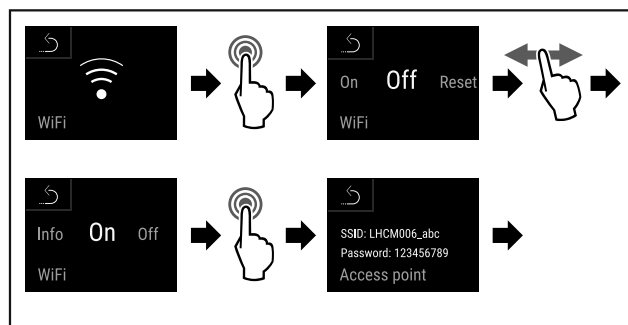

Fig. 117
- ▶ Suivre les étapes (voir Fig. 117).